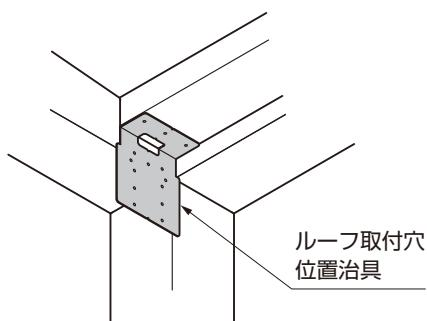

図11-20
- ルーフ取付穴位置治具の折り曲げ部を樋の入隅部に突き当てるとき正確に位置出しができます。(図11-20参照)
②アタッチメントパッキンを雨樋アタッチAに貼付けて樋に【6-1】で取付けてください。
③ 竪樋の長さをH24の場合は2138mmに、H29の場合は2593mmに切断してください。